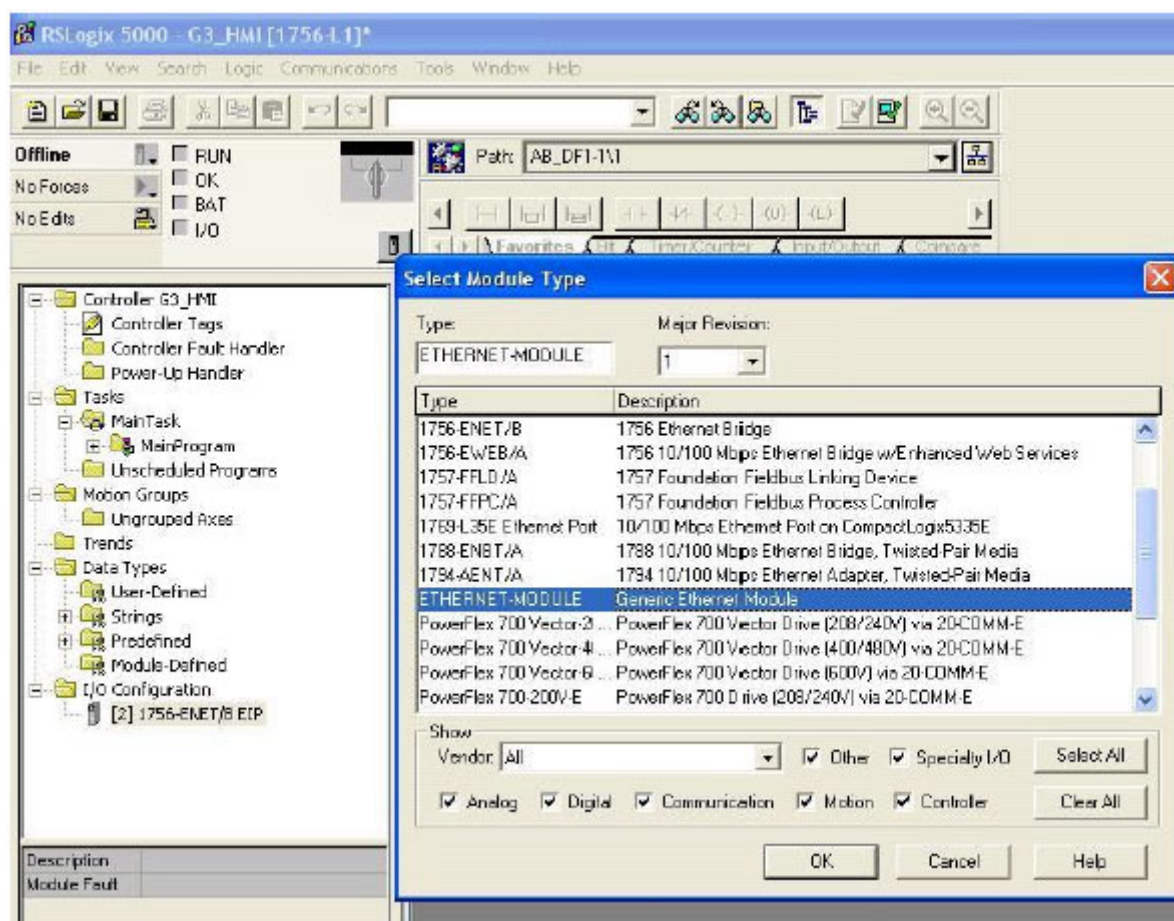

FIG.71. Selezione del modulo Ethernet
- c. Nella finestra Select Module Type, scegliere Generic Ethernet Module. Vedere la FIG.71.